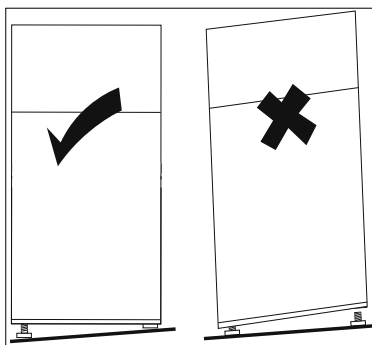

Fig. 16
- ▶ Posizionare l'apparecchio in orizzontale compensando eventuali irregolarità del pavimento avvitando o svitando i piedini d'appoggio regolabili (5) (vedere la **fig. 16**). Ruotare in senso orario per estrarre i piedini, in senso antiorario per farli rientrare.